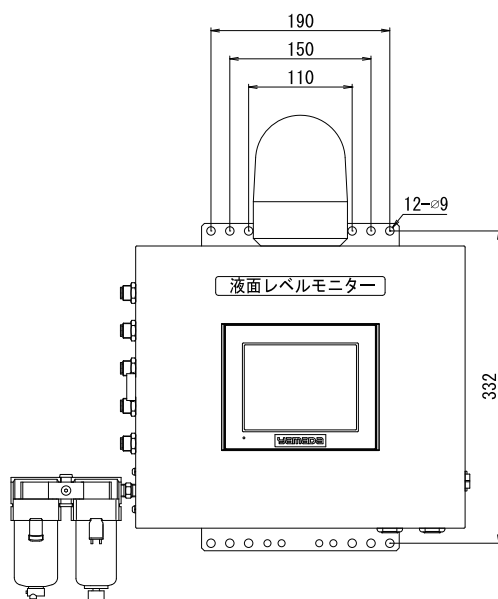

Fig.3.3
2) 警報盤の取付寸法を参照し、壁にアンカーボルト等を施工してください。（4か所固定）（Fig.3.3）